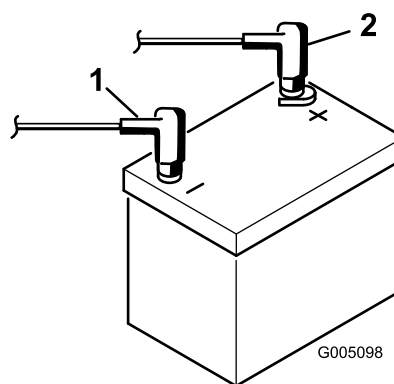

Figure 8
8. Raccordez le câble positif (rouge) de la batterie à la borne positive (+) et le câble négatif (noir) à la borne négative (-) et fixez-les en place avec les vis et les écrous (Figure 8). Placez le capuchon en caoutchouc sur la borne positive pour éviter les courts-circuits.